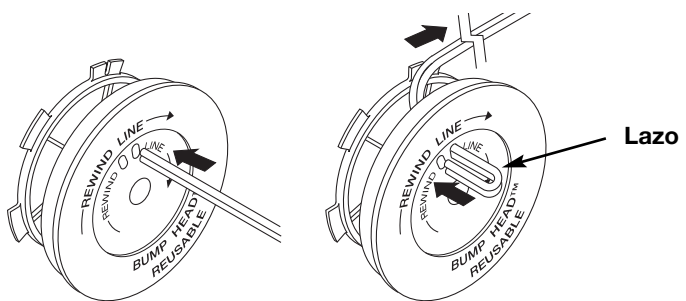

Fig. 18
8. Tome aproximadamente 3 m (10 pies) de nueva línea de corte. Inserte un extremo de la línea a través de uno de los orificios del carrete interior (Fig. 18). Pase la línea a través del carrete interior hasta que queden sólo 4 pulgadas fuera.
9. Inserte el extremo de la línea en el orificio abierto del carrete interior y tire de la línea en forma ajustada a fin de que el lazo sea lo más pequeño posible (Fig. 18).